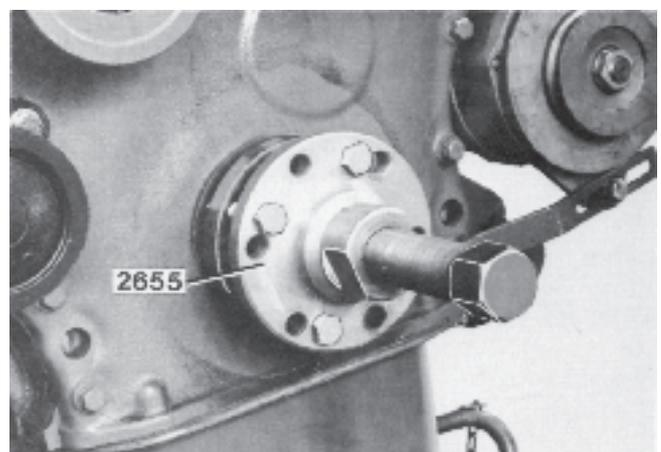

Fig. 76. Démontage du moyeu polygone
5. Enlever la vis centrale du moyeu polygone, enlever la rondelle et extraire le moyeu à l'aide de l'extracteur 2655 (figure 76).